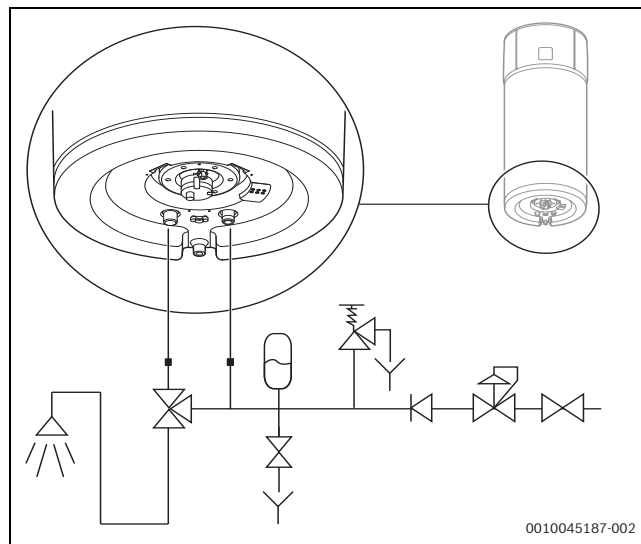

Fig. 20 Collegamenti dell'alimentazione acqua
L'installatore dell'impianto è tenuto a inserire una valvola di sicurezza da 8 bar sul tubo di alimentazione di acqua fredda sanitaria (Fig. 20). È vietata la presenza di qualsiasi valvola o rubinetto di intercettazione tra l'accumulatore di sicurezza e il corpo bollitore/accumulatore.
**i** Il tubo di scarico condensa collegato alla valvola di sicurezza deve essere installato con pendenza discendente continua. Deve inoltre essere installato in un luogo protetto contro la formazione di ghiaccio (Fig. 20).
Non chiudere mai la valvola d'intercettazione dell'acqua durante il funzionamento (→ Fig. 20, pagina 14).